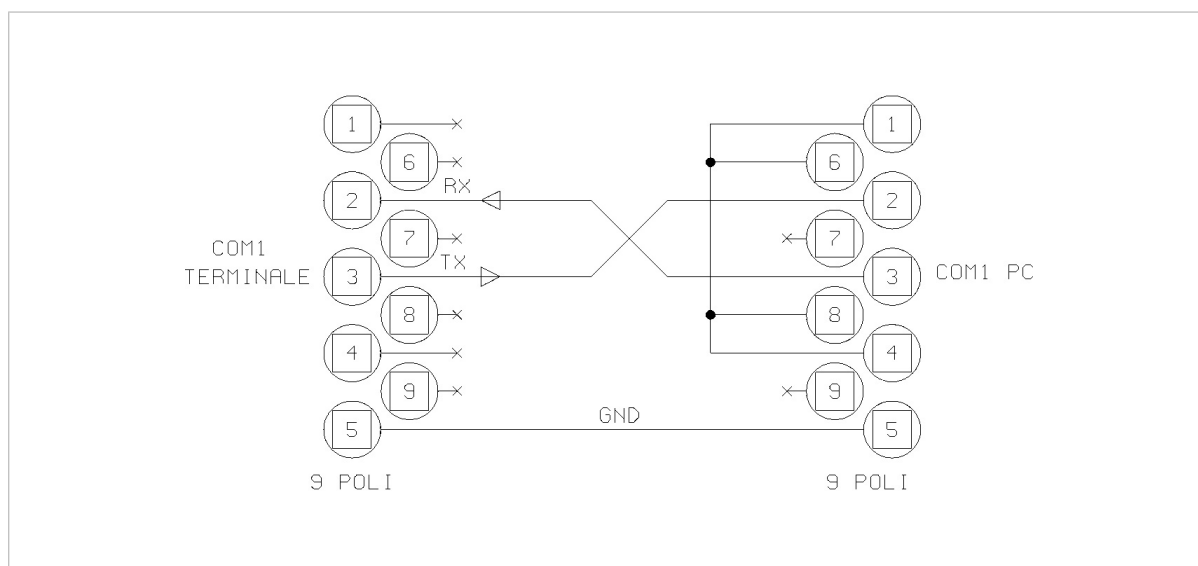

Figura 13.1 - Collegamento tra PC e terminale per Backup-Restore
- ✓ connettere il terminale e il PC tramite cavo seriale indicato in *Figura 13.1 a pag. 2-164*